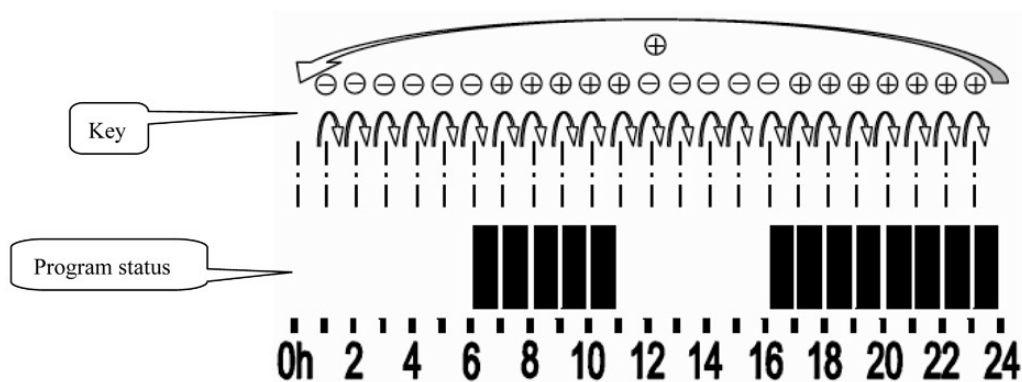

fig. 6
- Il est déconseillé de couvrir l'appareil, afin d'éviter toute surchauffe dangereuse. (Fig.6)
Si aucune clé est de travailler, après 1 sec. La télécommande transmet le dispositif IR de données et le symbole de transmission IR va clignoter à la fin du symbole de transmission de données va disparaître. (Figure 6)